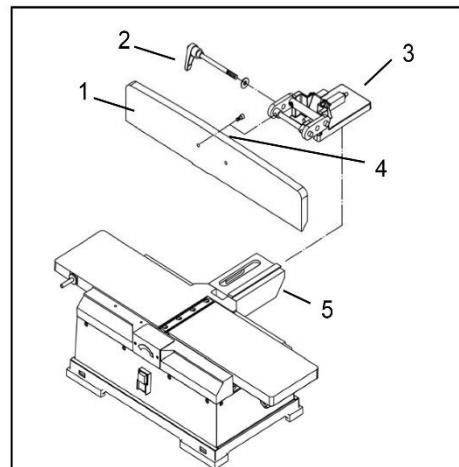
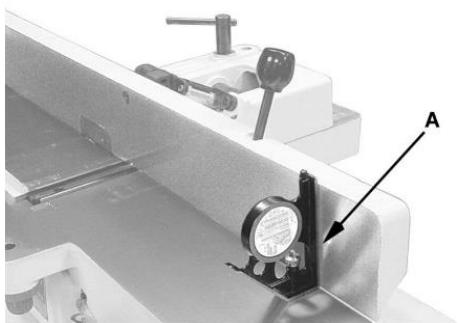
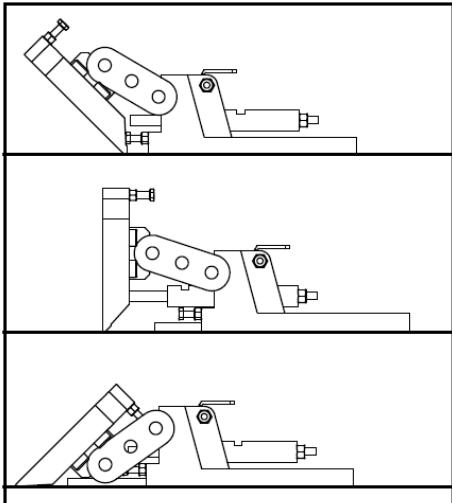

Рис. 18
Рис. 19
Рис. 20
Упор можно наклонить на любой угол до 45° внутрь или наружу (см. Рис. 18, Рис. 19, Рис. 20).
- Ослабьте рукоятку наклона упора (2, Рис. 18), повернув ее против часовой стрелки. Если необходимо изменить положение рукоятки, вытяните ее, поверните в новое положение и отпустите.
- Вручную наклоните упор на нужный угол, для измерения угла используйте угломер (не входит в комплект) (A, Рис. 19).
- Когда упор будет установлен под нужным углом, затяните рукоятку наклона (2, Рис.18).